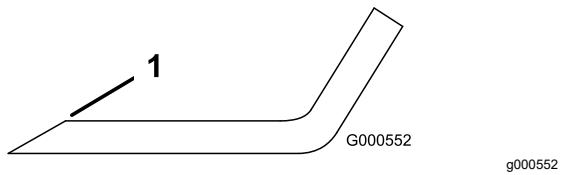

Figure 70
1. Au moyen d'une lime, aiguissez les tranchants aux deux extrémités de la lame (Figure 70).
Remarque: Si la lame est déséquilibrée, limez un peu l'extrémité de l'ailette seulement (Figure 70).